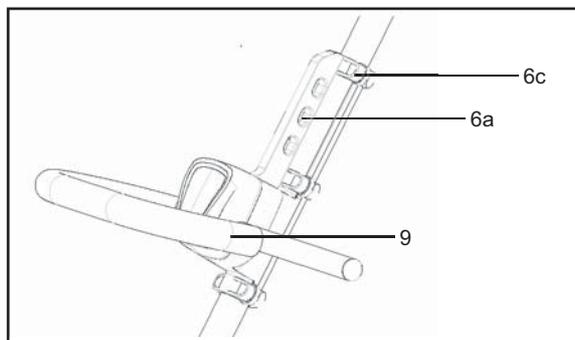

Fig. 28
- > Serrez les vis [6c] pour la fixer. (Fig. 28)